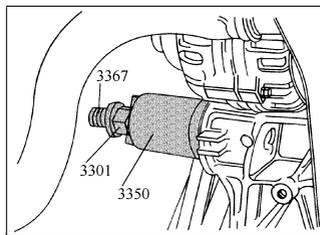

图 2-38 将轴承拉离支架
- 4) 如图 2-38 所示, 用 3301 的螺母, 3367 的螺栓和 3350 套筒将轴承拉离支架。